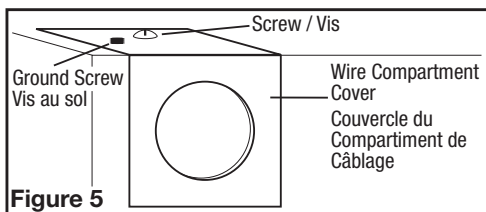

Figure 5
1. Remove the wire compartment cover screw and place cover in a secure place (**Figure 5**).
1. Enlever la vis du couvercle du compartiment à câblage et mettre ce couvercle dans un endroit fiable (**Figure 5**).